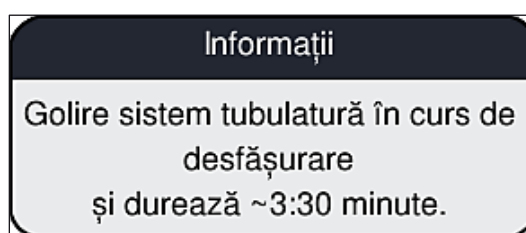

Fig. 106
6. Pe ecran, va apărea un mesaj de informare (→ Fig. 106) care îl informează pe utilizator cu privire la durată. Acest mesaj dispare de îndată ce pomparea aerului a fost finalizată.